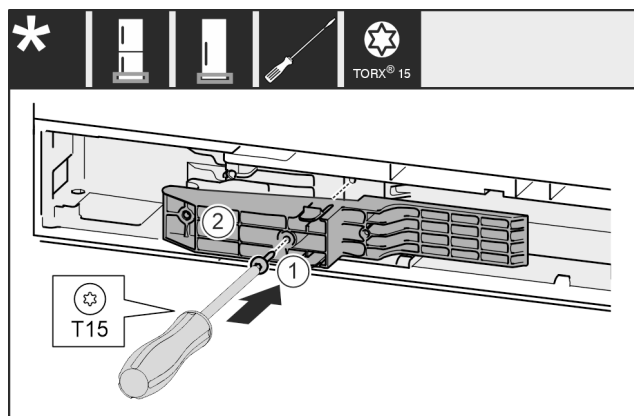

Fig. 47 *
- ▶ Adaptér Fig. 47 (1) na straně rukojeti vložte do výklenku.*
- ▶ Šroubovákem šroub Fig. 47 (2) pevně utáhněte.*